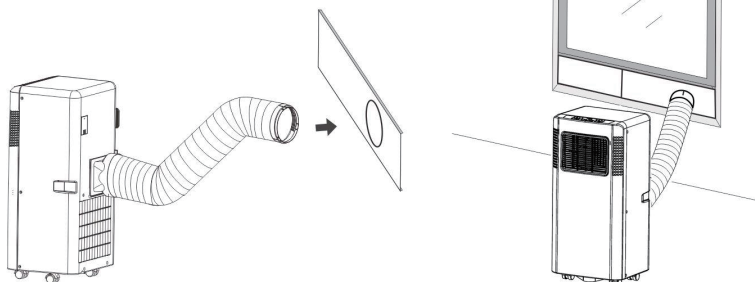

Abb. 5b
3. Setzen Sie das Fensterverbindungsstück des Schlauches in das Loch des Fensterbausatzes ein (Abb. 5b).